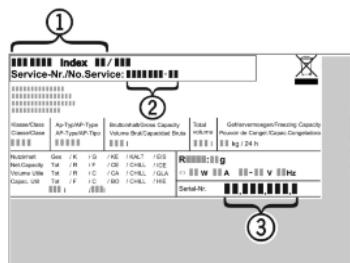

Fig. 20
- Обратитесь в сервисную службу и сообщите вид неисправности, наименование устройства *Fig. 20 (1)*, сервисный № *Fig. 20 (2)* и серийный № *Fig. 20 (3)*.